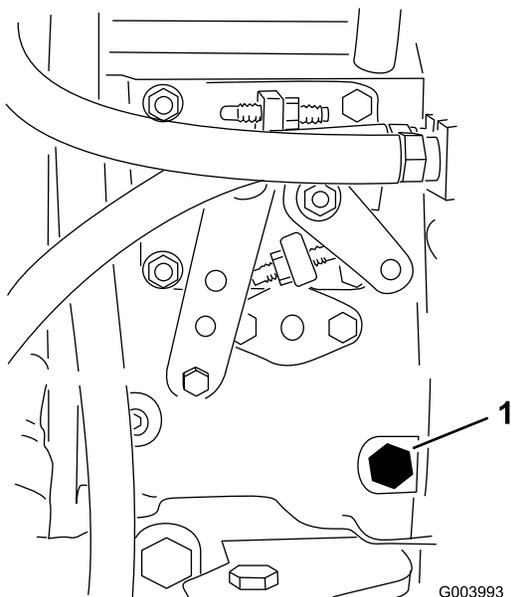

Рисунок 33
3. Отпустите винт стравливания давления воздуха из топливного насоса для впрыска топлива (Рисунок 33) 12-миллиметровым ключом.